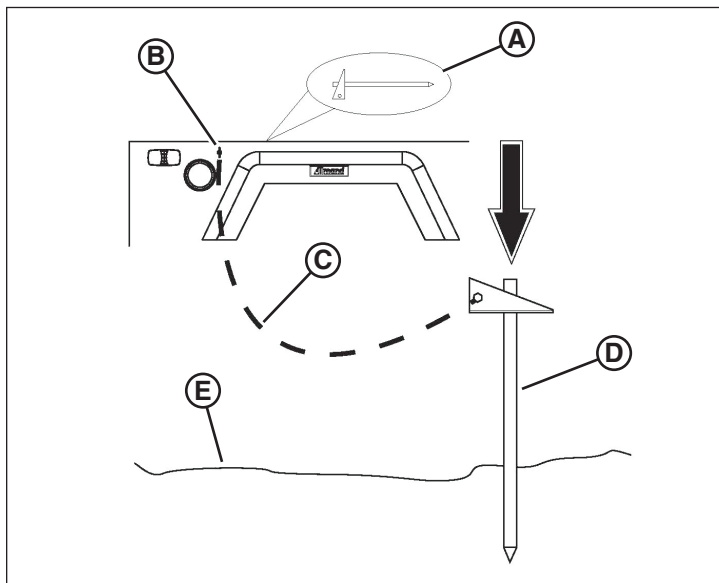

Figure 20
Enlever le piquet de terre (D, Figure 20) de son endroit de rangement à l'intérieur du panneau gauche (A). Enfoncer complètement le piquet de terre dans le sol (E) à l'aide d'un marteau. Attacher le câble fourni (C) au piquet, puis attacher le câble à la cosse de terre (B) sur l'unité. S'assurer que les câbles de connexion sont serrés.